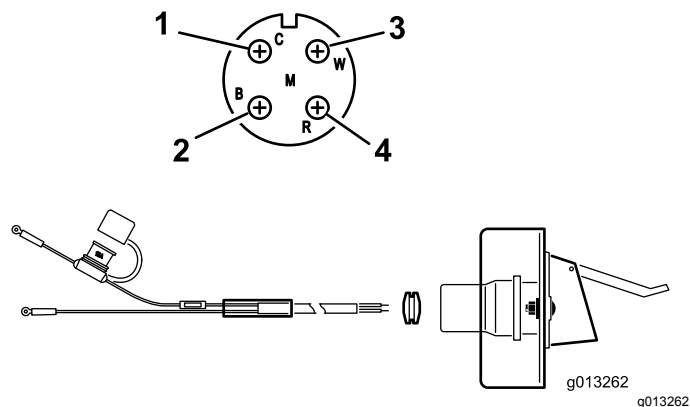

Рисунок 9
2. Проложите и закрепите электропроводку от аккумуляторной батареи к кронштейну розетки (Рисунок 9).
3. Протяните провода через кронштейн розетки и установите черную резиновую втулку поверх проводки (Рисунок 9).